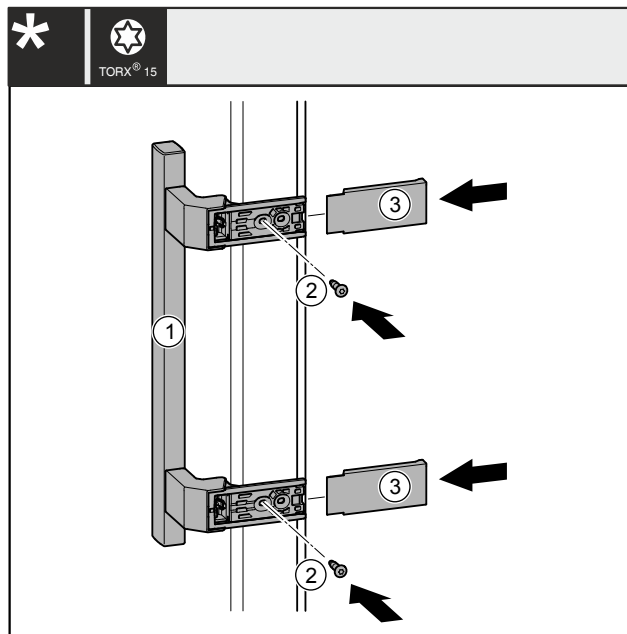

Fig. 41
- Namestite ročaj Fig. 41 (1) na nasprotno stran.
- Zategnite vijake Fig. 41 (2) z izvijačem.
- Namestite pokrove Fig. 41 (3) stransko, tako da se zaskoči.